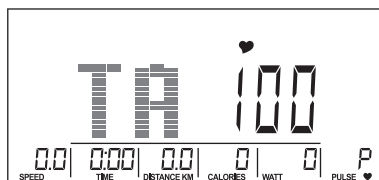

Fig. 18
3. oppure, invece di selezionare un livello, è possibile impostare la frequenza cardiaca obiettivo TA – TARGET H.R.C. / valore predefinito: 100 (Fig. 18). Se si sceglie TA,